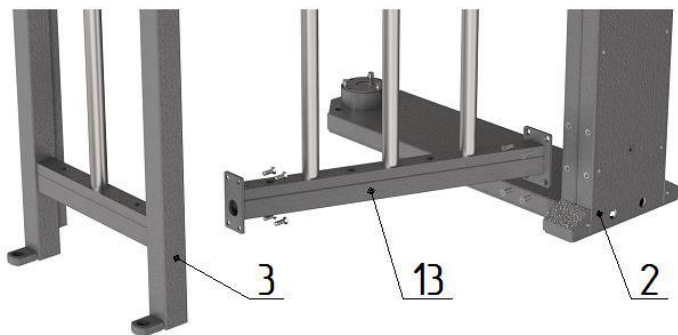

Рис. 6
6.2.5. Окончательная сборка (рис.6, 7):